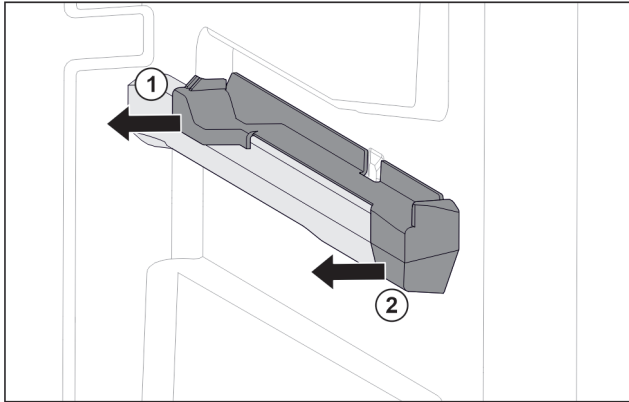

Fig. 71 Pieza de acoplamiento en la nervadura para recipientes derecha
- ▶ Retire la pieza de acoplamiento por detrás lateralmente. Fig. 71 (1)
- ▶ Retire la pieza de acoplamiento por delante lateralmente. Fig. 71 (2)